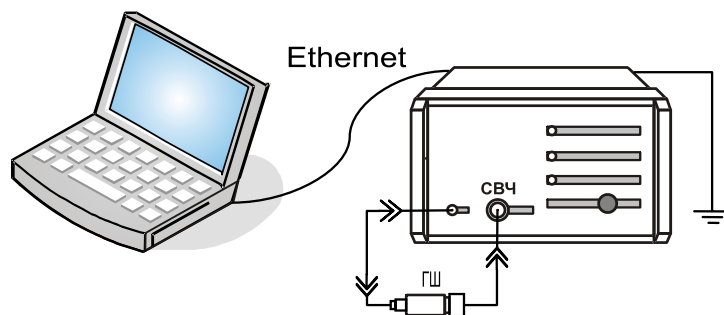

Рисунок 15 – Схема калибровки ГШ
**Шаг 5.** Подключить эталонный ГШ к измерителю (см. рисунок 15):